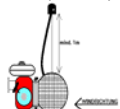

Abb.3
4. Kompressoren mit Verbrennungsmotor immer so aufstellen, daß die Auspuffgase nicht angesaugt werden können (Abb.3).
7. Nur MINI H: Der Abstand zwischen Kompressor und Ansaugfilter muß mindestens *einen Höhenmeter* betragen (siehe Abb. 3, Seite 10)